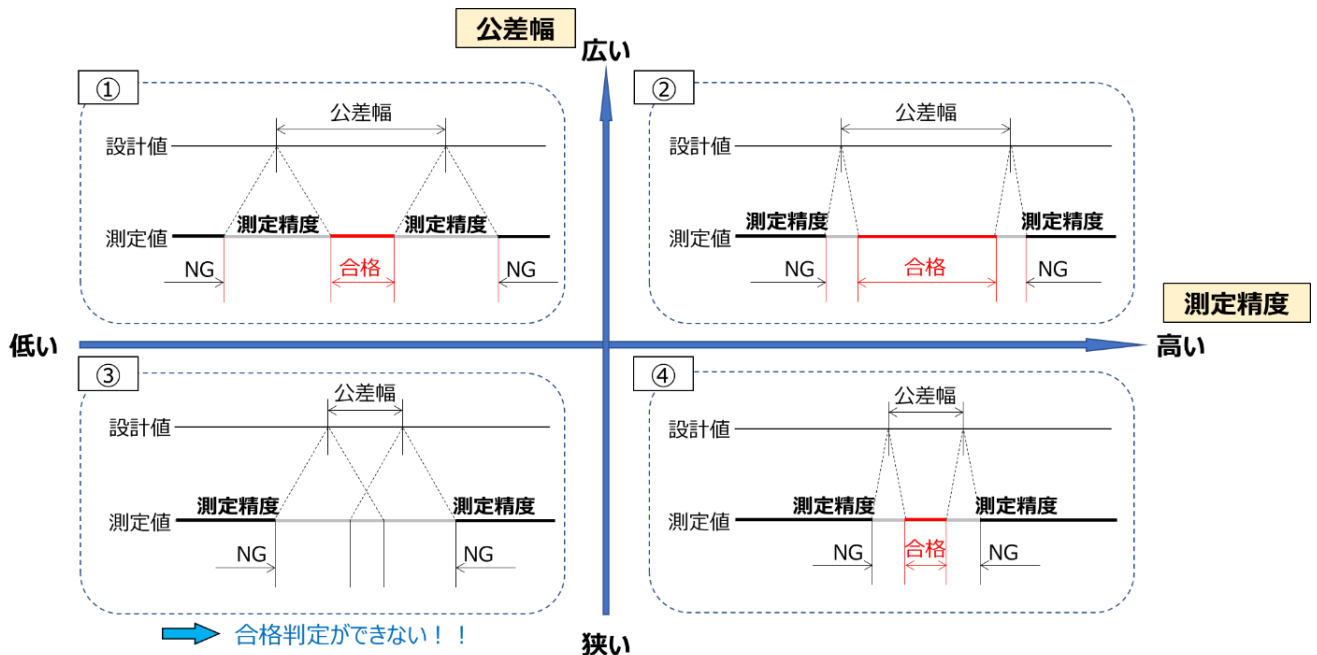

図2 検査における合否判定例
検査における合否判定例のイメージを図 2 に示します。公差幅と測定精度が変化すると、①や③のように、公差幅に対して合格範囲が狭い、そもそも合格判定ができない、という状況が発生する可能性があります。高精度な測定機を使用することで、①→②のように合格範囲が広がったり、③→④のように合格範囲が出現し、明確な判断ができる範囲が広がることで測定の信頼性が上がります。